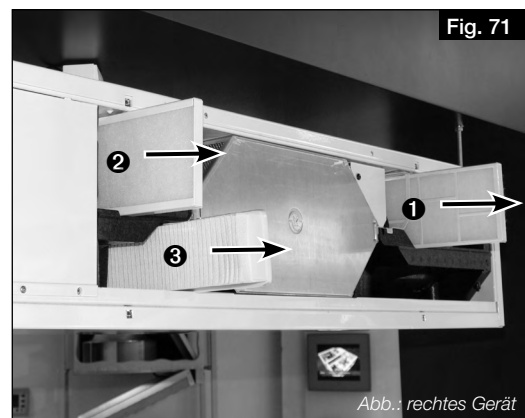

Fig. 71
2. Retirer le filtre air extérieur **1** vers l'avant et le remplacer (voir Fig. 71).
3. Retirer le filtre air extrait **2** (avec cadre) vers l'avant et le remplacer (voir Fig. 71).
4. **Facultatif** : Retirer le filtre fin / à pollen (ePM1 50 %) **3** avec cadre vers l'avant et le remplacer (voir Fig. 71).